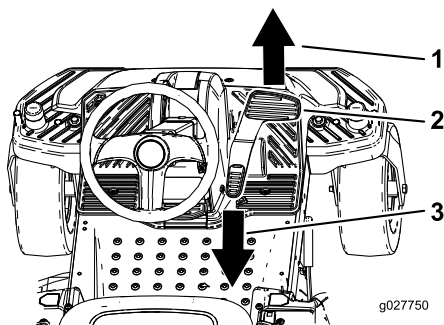

Figura 13
- Premete lentamente il pedale di controllo della trazione, sulla parte superiore per spostarvi in avanti o sulla parte inferiore per spostarvi indietro (Figura 13).